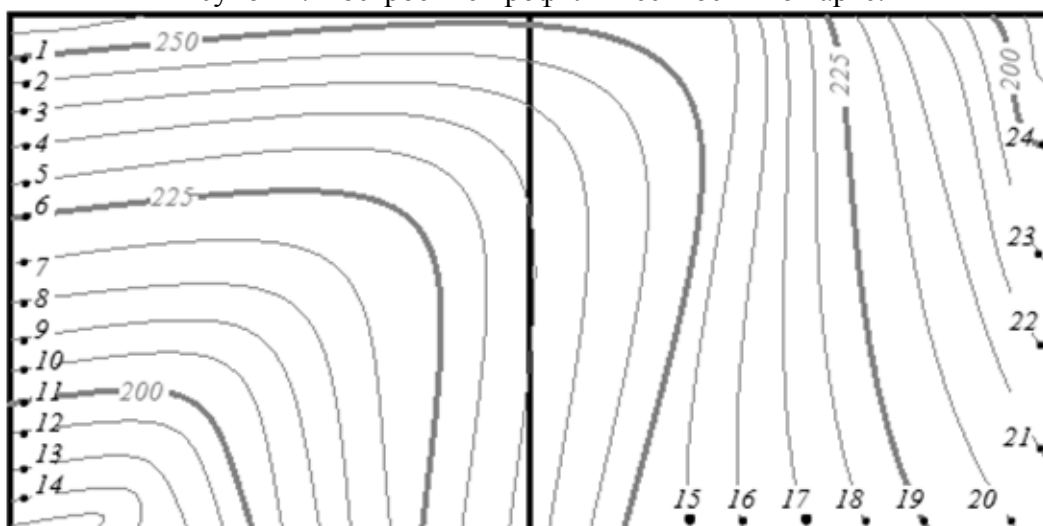

Рисунок 2 – План в горизонталях
2. Наметить на плане масштаба 1:5000 (рис. 2), трассу дороги.